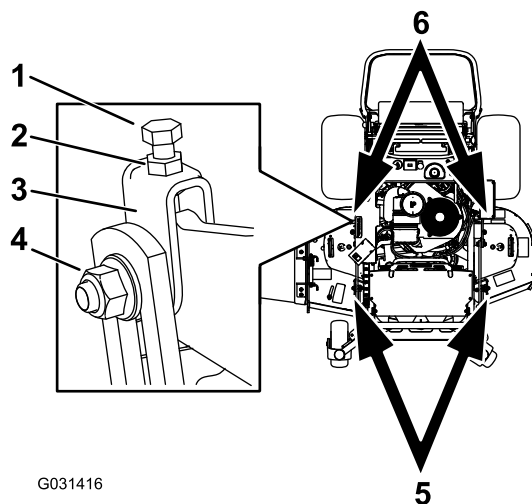

Figure 87
1. Desserrez l'écrou de blocage et le boulon latéral sur les chapes que vous voulez régler (Figure 87).
2. Tournez le boulon supérieur des chapes pour régler la hauteur du plateau de coupe (Figure 87).
5. Si la mesure n'est pas correcte, localisez les 2 chapes avant sur la machine (Figure 87).